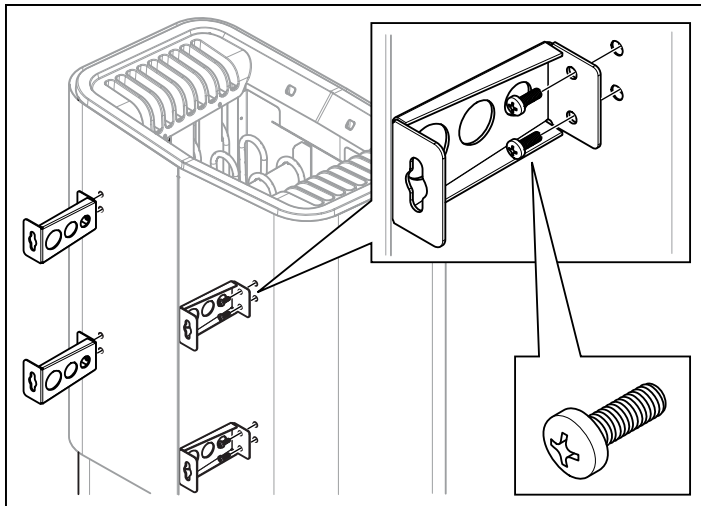

Abbildung 10: Montage der Halterungen an der Heizung
8. Lösen Sie die ersten beiden Schrauben auf der Rückseite der Heizung und schrauben sie eine der vier Halterungen daran fest. Wiederholen Sie den Vorgang, bis alle Halterungen montiert sind (siehe Abb. 10).